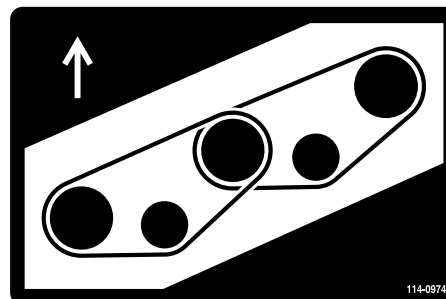
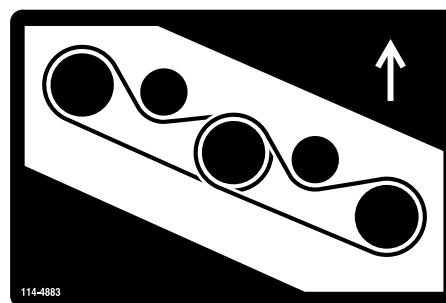

図 86
図 87
5. 新しいベルトを、スピンドルプーリとアイドラプーリアセンブリに回しかける (図 86 と図 87)。